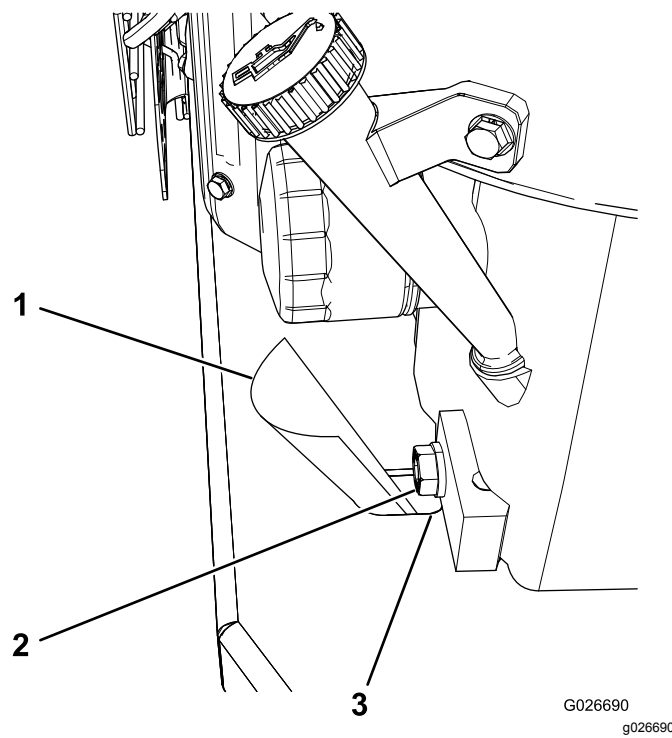

Рисунок 38
**Примечание:** Вставьте кусок бумаги или тонкого картона в сливное отверстие, чтобы отвести масло от монтажной пластины двигателя (Рисунок 38).